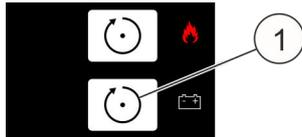

Abb. 62: Taste *[Reset EV]*
**Damit die eingestellten Werte wirksam werden, müssen sie übernommen werden (Taste *[Reset EV]*  Abb. 62/1).**